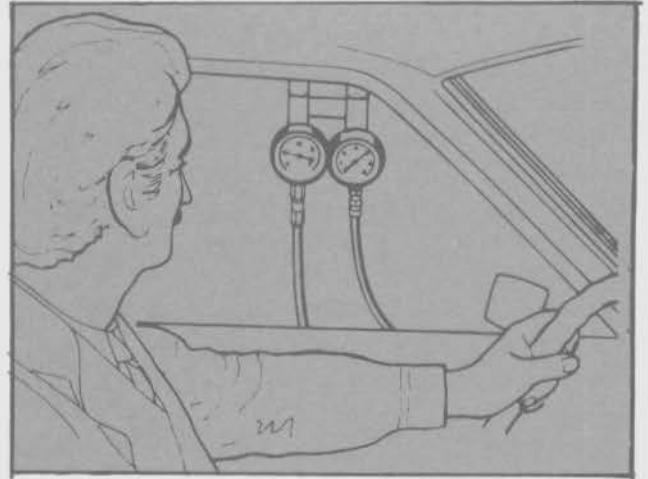

Fig. 14 - Instalación correcta de los instrumentos
- Colocar los instrumentos comprobadores de manera visible (Fig. 14).